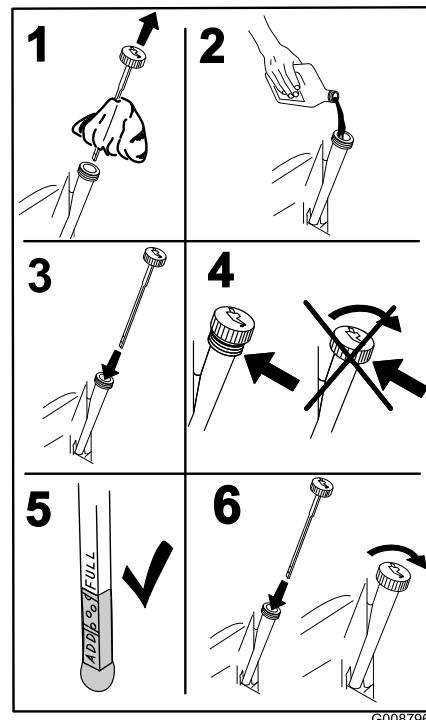

Figure 45
- Versez lentement environ 80% de l'huile spécifiée dans le tube de remplissage puis faites l'appoint lentement jusqu'à ce que le niveau atteigne le repère du plein (**Full**) (Figure 45).